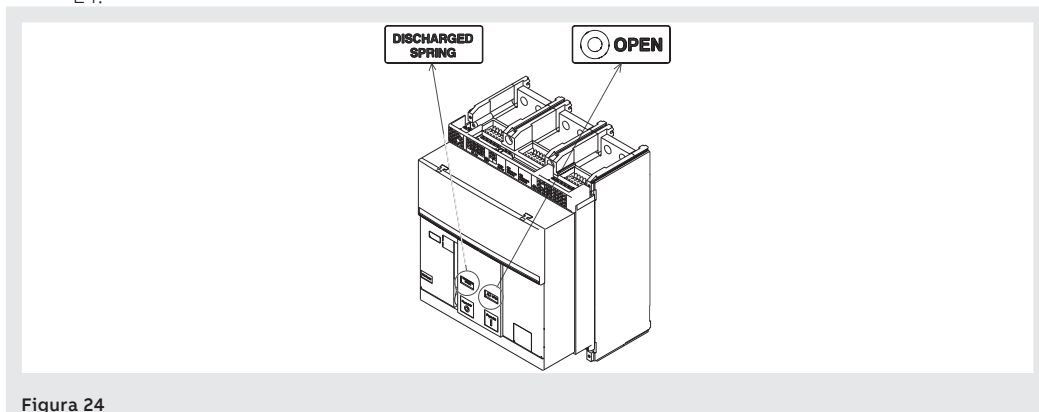

Figura 24
- Controllare che l'interruttore sia aperto (segnalatore aperto/chiuso "O - OPEN"), e controllare che le molle siano scariche (segnalatore molle "bianco - DISCHARGED SPRING") come indicato in Figura 24.